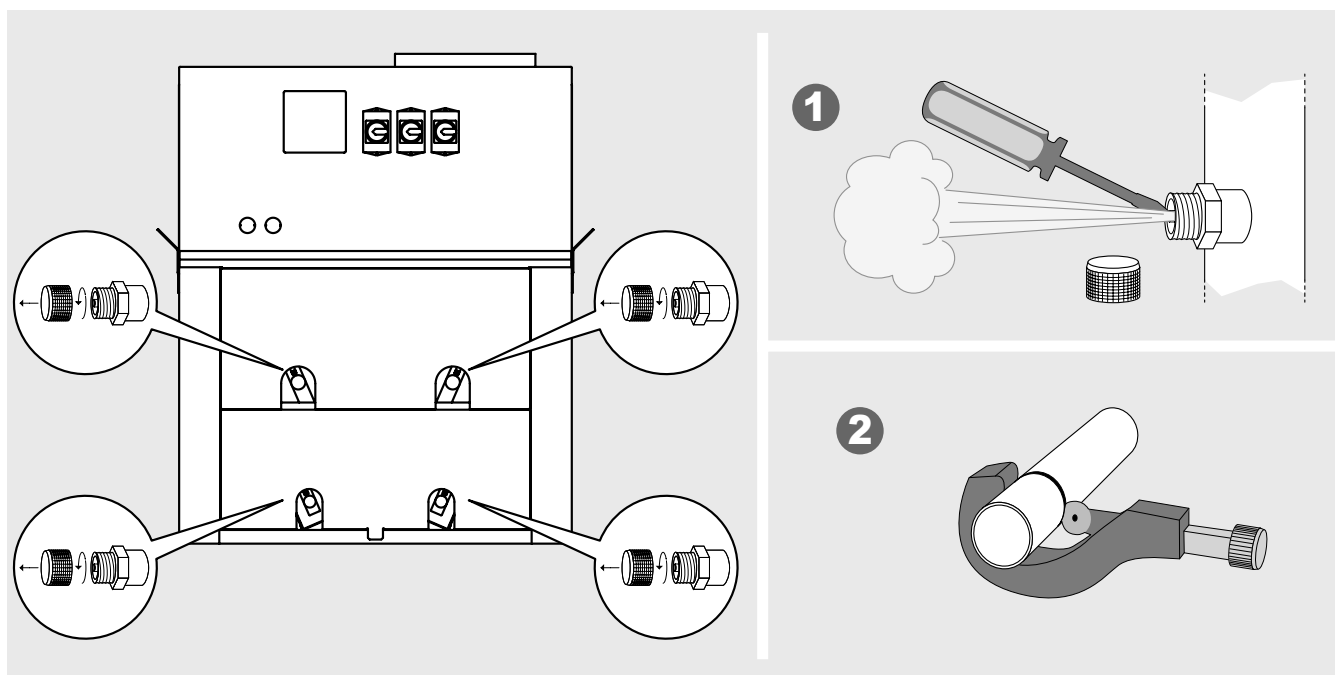

Abbildung 5
- 6.12 Ist vor dem Schneiden der Eintritts- und/oder Austrittsmuffen der Vorladedruck (ca. 2 bar) aus dem Wärmetauscher abzulassen (siehe "Abbildung 5").